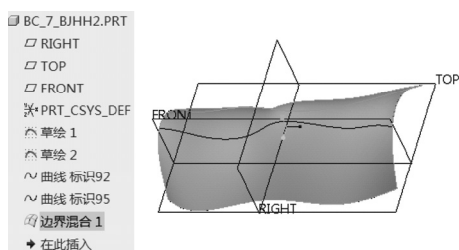

图 7-12 完成该双向边界混合曲面
5) 在“边界混合”选项卡中单击 (完成) 按钮, 完成该边界混合曲面, 效果如图 7-12 所示。